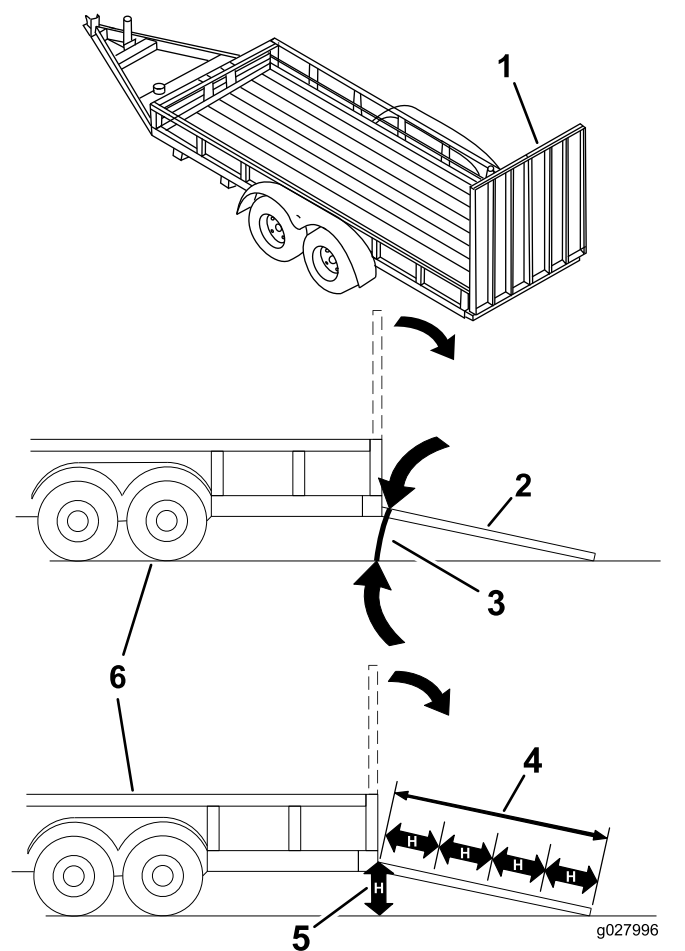

Figure 42
Le chargement de la machine sur une remorque ou un camion augmente le risque de basculement, et donc de blessures graves ou mortelles (**Figure 42**).
3. Abaissez la rampe pour que l'angle avec le sol ne dépasse pas 15 degrés (Figure 42).
1. Abaissez la rampe pour que l'angle avec le sol ne dépasse pas 15 degrés (Figure 42).